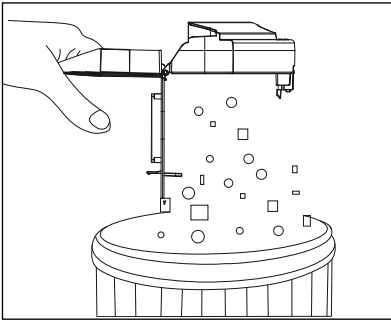

Fig. 9
- 3) Videz le contenu du bac à poussière **16** dans une poubelle (voir fig. 9).